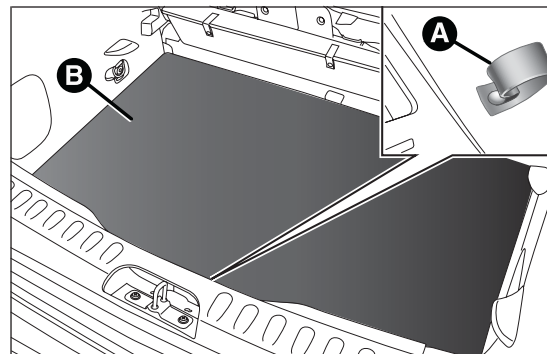

fig. 94
- ☐ tirare la linguetta A fig. 94 e sollevare verso l'alto il tappeto di rivestimento B.